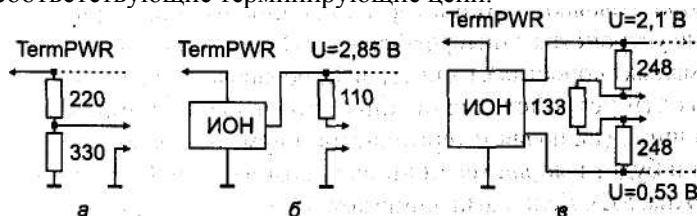

Рис. 5.4. Терминаторы SCSI: а — SE пассивные, б — SE активные, в — LVD'
проводам каждой пары. Варианты схем терминаторов для SE и LVD приведены на рис. 5.4, где изображены нагрузочные цепи для одной: сигнальной линии. Все терминаторы (не только «активные»!) нуждаются в питании; которое на них поступает по специальным линиям TERMPWR (+5.B).
- ♦ *Пассивные терминаторы SE* (рис. 5.4, а) имеют импеданс 132 Ом, что плохо согласуется с ленточным кабелем шины. Эти терминаторы пригодны лишь для «обычного» интерфейса SCSI (скорость передачи до 5/10 Мбайт/с в «узком»/«широком» вариантах). Для Fast SCSI, Ultra SCSI и далее они непригодны.
- ♦ *Активные терминаторы SE* (рис. 5.4, б) имеют импеданс 110 Ом, что позволяет их использовать на более высоких скоростях в Fast SCSI, ;Их «активность» заключается лишь в наличии внутреннего источника опорного напряжения, (ИОН) +2,85 В, питающегося от тех же линий TermPWR. Микросхемы активных терминаторов имеют и электронные ключи, включенные последовательно в каждую линию. Ключи управляются общим сигналом, позволяющим включать-отключать терминатор.
- ♦ *Терминаторы для LVD* (рис. 5.4, в) имеют дифференциальной импеданс 105 Ом (линейный — 150 Ом). Здесь два источника опорных напряжений обеспечивают между прямым и обратным проводами смещение 112 мВ (в их пассивном состоянии).